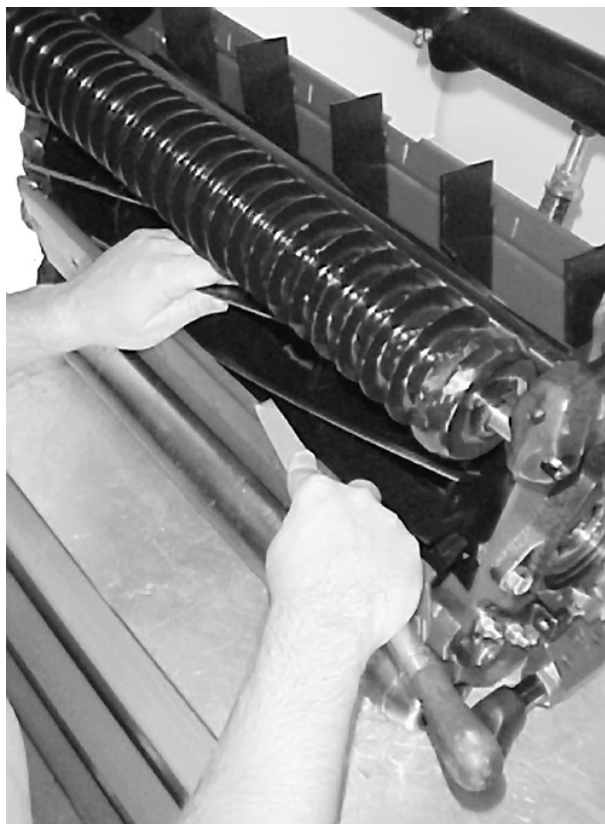

図 74
1. バックラップが終わると、ベッドナイフの前端にバリができる。刃先を削らないように注意しながら、このバリをヤスリで落とす（図74）。